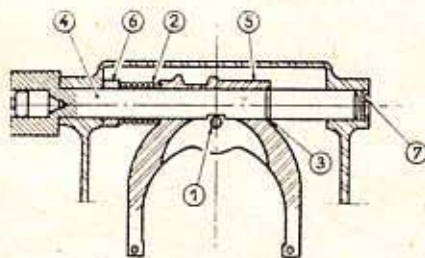

Fig. 19. — Détail du montage de la fourchette de débrayage
- Dévisser et retirer la vis de blocage de fourchette (1) et comprimer le ressort (2) en tirant la fourchette, pour dégager le jonc (3) de son logement (fig. 19).
- Reculer l'arbre (4) suffisamment pour déposer la fourchette (5) et le ressort (2).
- Engager sur l'arbre l'entretoise (6) (n° PD 2121.10), le ressort (2) et la fourchette (5).